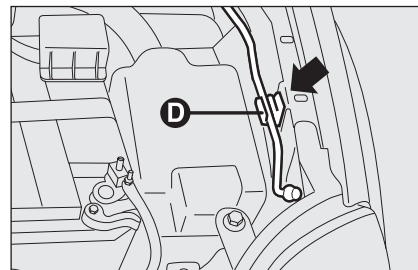
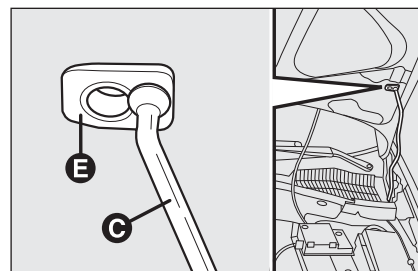

fig. 91
fig. 92
- ☐ levante el capó y, al mismo tiempo, suelte la varilla de sujeción **D-fig. 91** de su dispositivo de bloqueo, luego introduzca el extremo **C-fig. 92** de la varilla en el alojamiento **E** del capó.
- ☐ mantenga levantado el capó con una mano y con la otra retire la varilla **C-fig. 92** del alojamiento **E** y vuelva a introducirla en el dispositivo de bloqueo **D-fig. 91**;